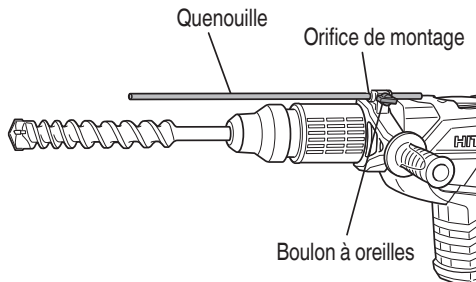

Fig. 11
- (c) Commuter le sélecteur sur "frappe" en procédant comme indiqué au point (1) ci-dessus et fixer la position de l'outil.
5. Installer la quenouille (Fig. 11)